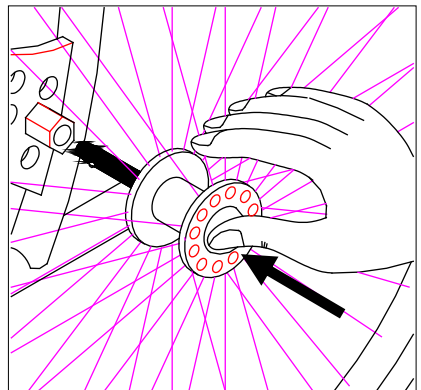

fig. 3
**ACHTUNG:** Die Kniepelotten müssen mit beiden Ösen in den Haltern rechts und links so eingehängt werden, dass die Nasen der Ösen um den Halter liegen, wie es Bild 3 zeigt!